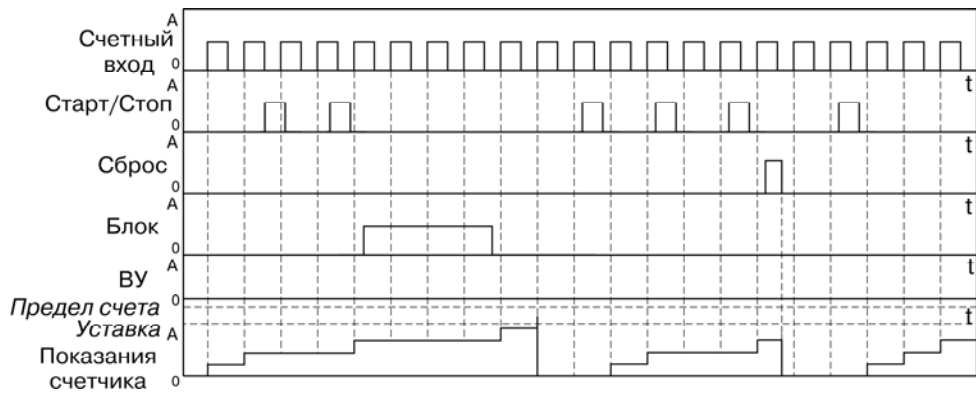

Рисунок 3.8
- тип работы по сигналу «Сброс» – «Сбросить счетчик и ждать сигнала «Старт» ($rSt = StOP$) (рисунок 3.8).